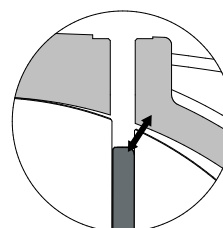

Рис. 6.5
- Необходимо установить новые лопасти скругленным углом по направлению к корпусу (Рис. 6.5).